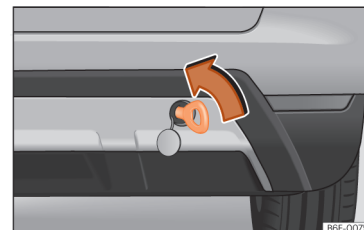

Abb. 49 Auf der rechten Seite des hinteren Stoßfängers: eingeschraubte Abschleppöse.
- Drehen Sie die Abschleppöse **entgegen dem Uhrzeigersinn** in die Aufnahme bis zum Anschlag »» **Abb. 49** »» . Verwenden Sie ein geeignetes Hilfsmittel, um die Abschleppöse festzuziehen.